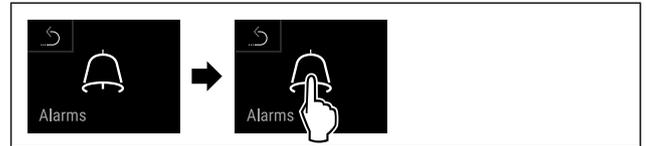

Fig. 154
- ▶ Handlungsschritte (siehe Fig. 154) durchführen.